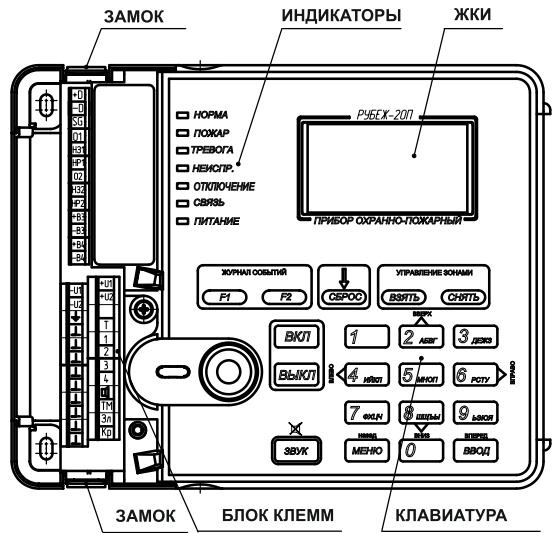

Рисунок 1 – Внешний вид прибора
1.4.4 В приборе имеется два переключающихся реле (Выход 1,2) и два выхода с контролем целостности цепей (Выход 3,4) (рисунок 1). Настройка логики включения производится с помощью приложения «Администратор» ПО FireSec.